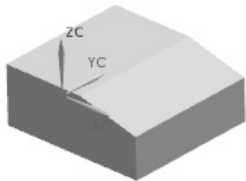

图 7.2 拉伸特征 1
Step2. 创建图 7.2 所示的拉伸特征 1。选择下拉菜单 **启动** → **建模(M)...** 命令，进入建模环境；选择下拉菜单 **插入(I)** → **设计特征(F)...** → **拉伸(E)...** 命令，系统弹出“拉伸”对话框；单击“拉伸”对话框中的“绘制截面”按钮 ，系统弹出“创建草图”对话框；选取 ZX 平面为草图平面，选中 **设置** 区域的 **创建中间基准 CSYS** 复选框，单击 **确定** 按钮，进入草图环境；绘制图 7.3 所示的截面草图；单击 **完成草图** 按钮，退出草图环境；在“拉伸”对话框 **限制** 区域的 **开始** 下拉列表中选择 **对称值** 选项，并在其下的 **距离** 文本框中输入数值 40；其他采用系统默认设置；单击 **确定** 按钮，完成拉伸特征 1 的创建。